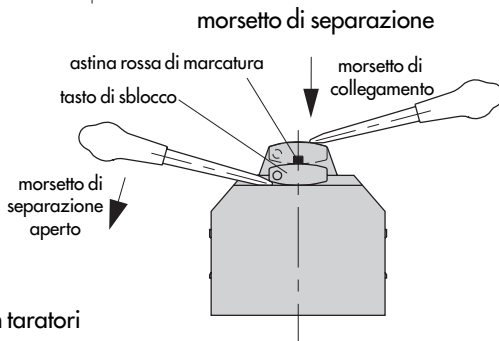

Fig. 6 · Cassetta dei collegamenti con taratori
1. Aprire il morsetto 81 tirando verso l'alto la manopolina di sblocco (Fig. 6).